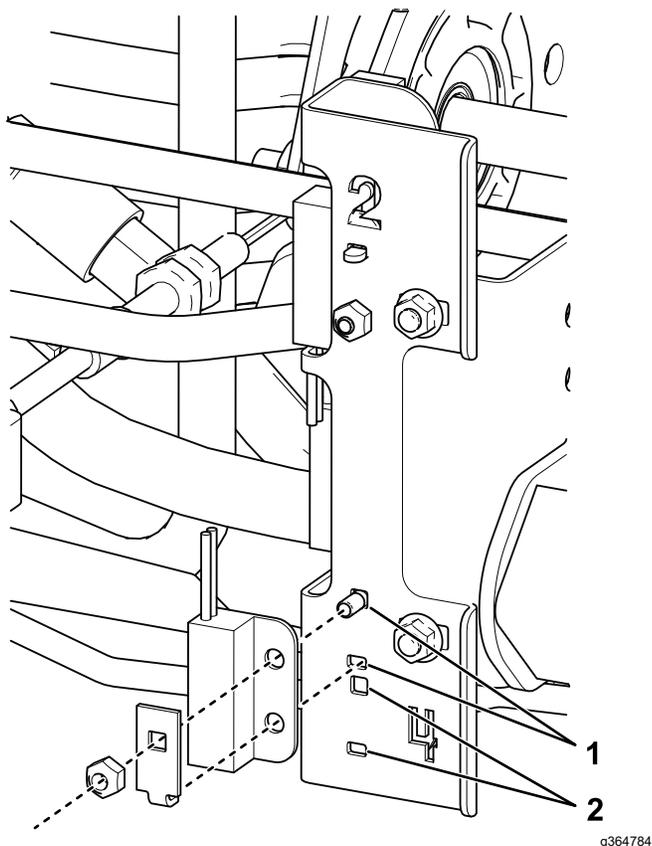

Bild 32
3. Befestigen Sie den Näherungsschalter am H-Rahmen (Bild 32).
4. Montieren Sie den Schalter Nr. 4 in der für die Aerifiziertiefe erforderlichen Position, wie in Bild 32 dargestellt.